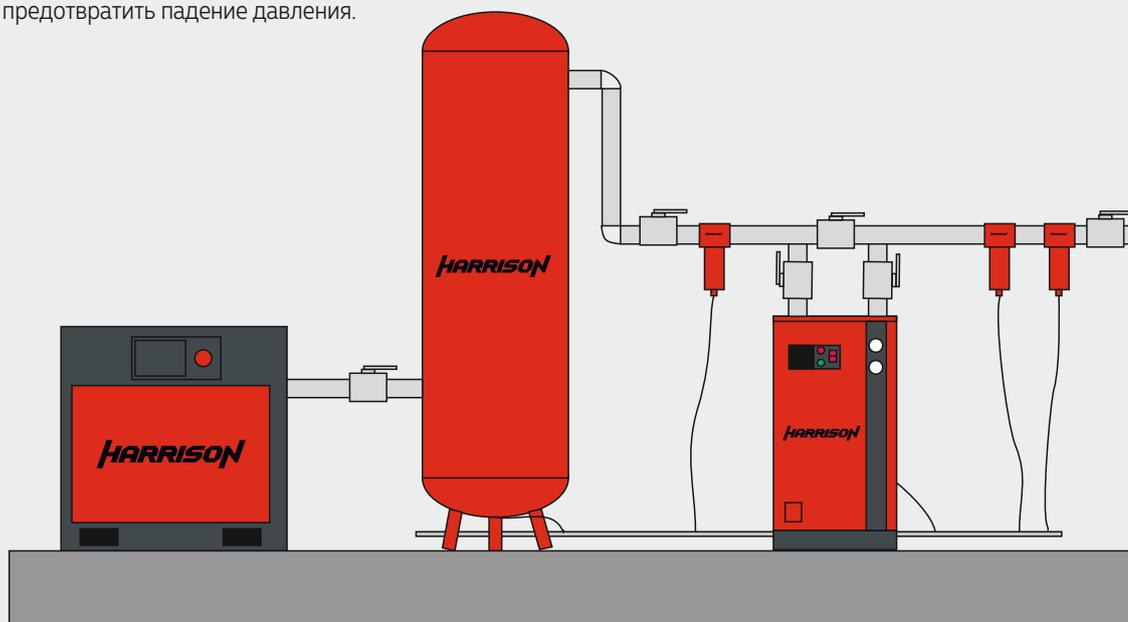

Рис.1.
- Для подключения осушителя к пневмосети предприятия, необходимо подвести к его входу и выходу трубоп-роводы соответствующего диаметра. Обязательным условием подключения должны быть запирающие вентили или краны на входе и выходе осушителя, а также обводной канал, чтобы пускать сжатый воздух на прямую к потребителю (Рис.1). В противном случае, это может затруднить работу по обслуживанию и ремонту осушителя.
- Советуем использовать следующую последовательность оборудования (Рис.1): компрессор, магистральный фильтр, затем ресивер, в этом случае он работает как первичный влагоотделитель, а также снижает температуру сжатого воздуха, далее необходимо установить магистральный фильтр и осушитель. Нагрузка на последний при такой последовательности значительно снижается. Правильное направление прохождения воздуха через магистральный фильтр показывает стрелка на его корпусе. Если при работе имеются периоды высокого потребления воздуха в течении короткого интервала времени, Вам потребуется второй ресивер.